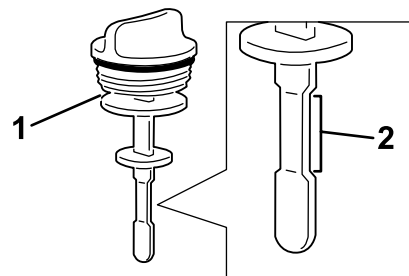

Figure 142
4. Ressortez la jauge et vérifiez le niveau de liquide (Figure 142).